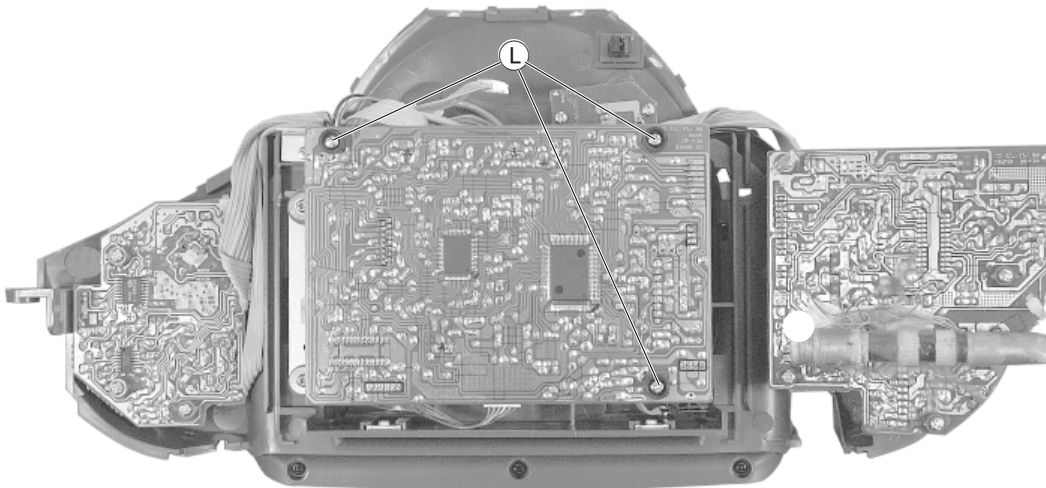

Fig. 6
- 3 Schrauben L herausdrehen (Fig. 6).
- Undo 3 screws L (Fig. 6).